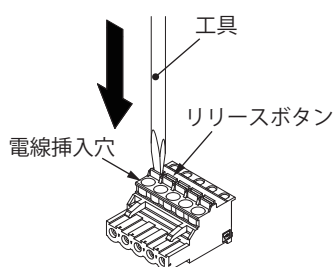

図 10
2. 電線を接続する端子のリリースボタンをマイナスドライバーなどの工具を利用して押し込んでください。(図 10)